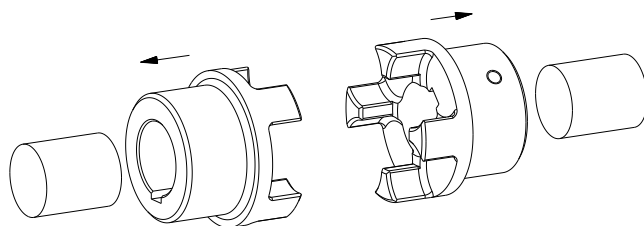

図 10: ハブの取付け
- ハブを駆動側と従動側それぞれの軸に取付けて下さい（図 10 をご参照）。